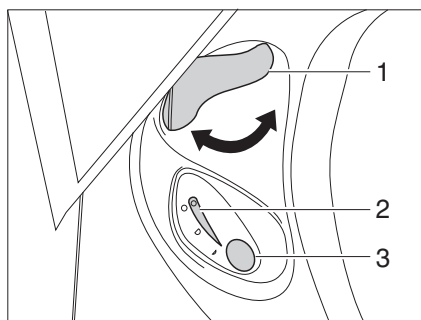

Fig. 238 Unité de commande des toilettes Thetford
- Avant d'actionner la chasse d'eau, ouvrir le curseur des toilettes Thetford. Tourner pour cela le levier du curseur (Fig. 238,1) dans le sens inverse des aiguilles d'une montre.
- Pour actionner la chasse d'eau, appuyer sur le bouton bleu (Fig. 238,3).
- Après avoir actionné la chasse d'eau, fermer le curseur. Tourner le levier du curseur (Fig. 238,1) dans le sens des aiguilles d'une montre.
Le voyant de contrôle (Fig. 238,2) s'allume lorsque la cassette Thetford doit être vidée.
- Tourner le levier du curseur (Fig. 238,1) dans le sens des aiguilles d'une montre. Le curseur se ferme. Pour la vidange il **faudrait** que le curseur des toilettes Thetford soit fermé.